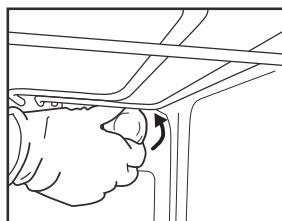
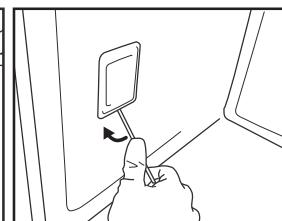

Fig. 6
Fig. 7
2. Skruva loss lampglaset (fig. 6), byt ut glödlampan (se notering för typ av lampa) och skruva tillbaka lampglaset (fig. 7).
3. Använd en skravmejsel för att bända lampskyddet utåt tills du kan ta loss det (fig. 7).